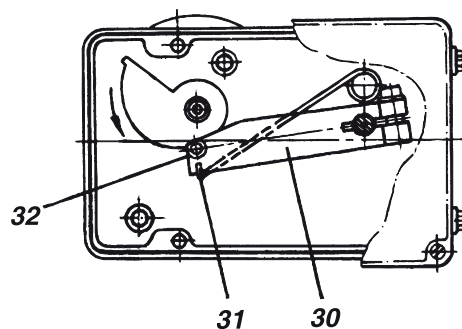

Fig. 17: Conexão do posicionador para atuador giratório. Alinhamento do came
- f) Monte o posicionador no invólucro do kit de conexão. Instale a mola **31** na alavanca de realimentação **30** e o seguidor do came **32** no came (consulte a Fig. 17).